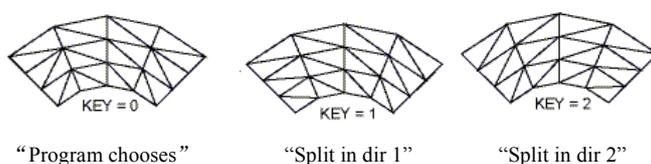

图 5-51 三角形映射网格划分方式
- 10) 【KEY Pattern Key】：划分映射三角形网格的风格设置，如图 5-51 所示。